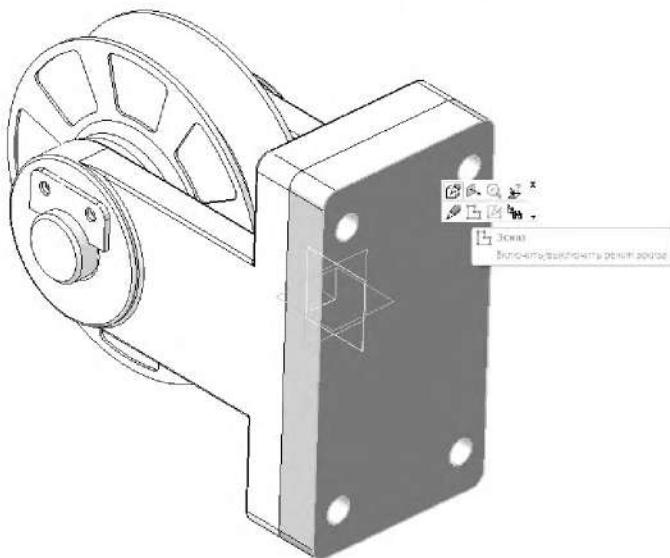

Рисунок 3.48. Выбор поверхности эскиза
3.2.1 Укажите грань и создайте на ней новый эскиз  (рисунок 3.48).